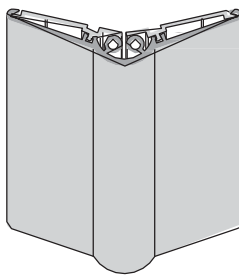

fig.6
- Em seguida, fixe a outra extremidade do perfil de PVC, batendo-a no sítio (fig.6).